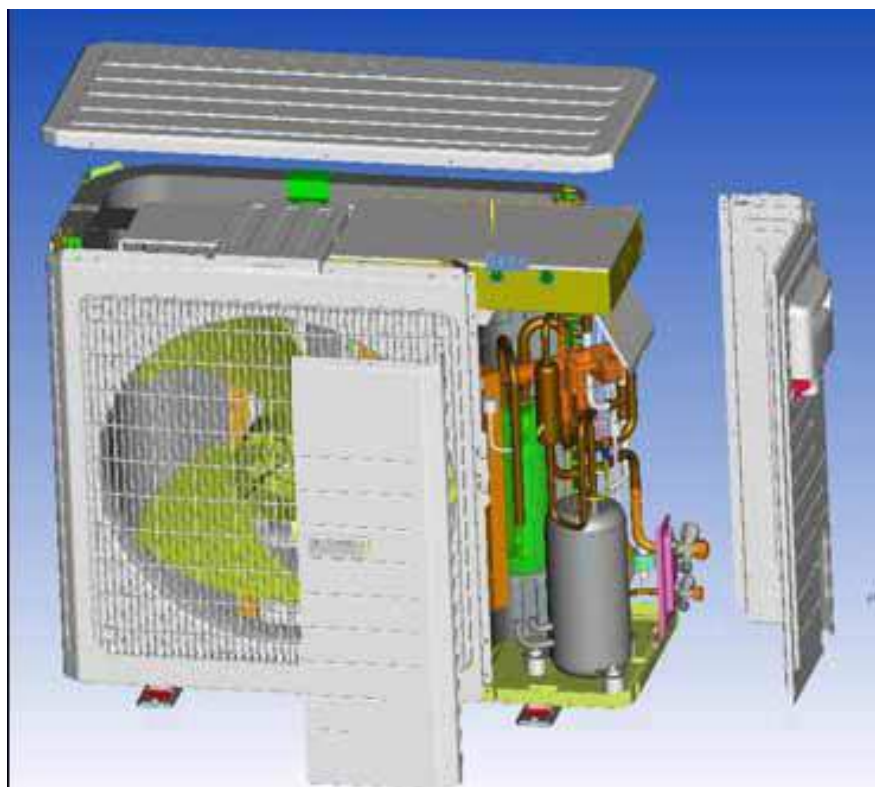

Рис.2
- Открутите два шурупа и снимите переднюю и правую пластину кожуха(рис.2)